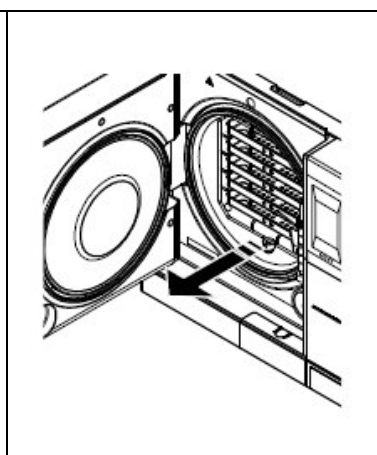

Abb. 9.2-2
Zum Befeuchten des Lappens ausschließlich destilliertes oder entmineralisiertes Wasser verwenden. Auf gleiche Art und Weise auch die Tablettts und deren Halterung reinigen. Die Reinigung der Sterilisationskammer ist wichtig, um Ablagerungen zu entfernen, die den ordnungsgemäßen Betrieb des Geräts beeinträchtigen können. Zur Entnahme der Tablethalterungen wie folgt vorgehen: den Träger aus der Kammer nehmen (Abb. 9.2-2) und nach erfolgter Reinigung in umgekehrter Reihenfolge wieder einsetzen.
2. Den mitgelieferten Einstellhebel (Abb. 9.2.2-1) in den Schlitz einführen, der sich unter der Tür befindet (Abb. 9.2.2-2).
3. Kontrollieren, ob der Hebel den Stellzapfen angekuppelt hat. Hierzu schaut man durch den Schlitz des Hakens in der Tür. (Abb. 9.2.2-3).
4. Den Stellzapfen eine Viertelrunde entgegen dem Uhrzeigersinn drehen (zum Schließen). Dabei durch das Schaufenster kontrollieren (Abb. 9.2.2-4).